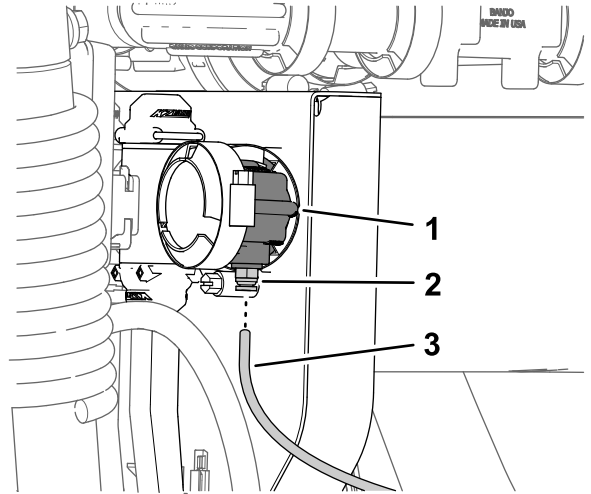

图 120
1. 将仪表板内压力计压力传感管塑料的末端与管子连接器的锁环对齐图 120。
2. 将传感管插入锁环直至管子完全入位图 120。